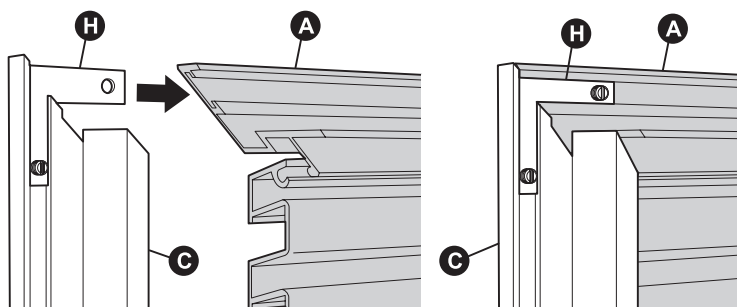

Figure 5
- Joignez chaque garniture de côté (B et C) à la garniture supérieure (A). Assurez-vous que les extrémités de l'ensemble de la grille sont insérées dans les profils de chaque garniture de côté, puis maintenez-les en place à l'aide de ruban. Fixez soigneusement les supports (H) sur la garniture supérieure (A) en serrant les vis de réglage (I), juste assez pour éviter qu'elles s'enfoncent dans la surface de la garniture. Voyez la figure 5.